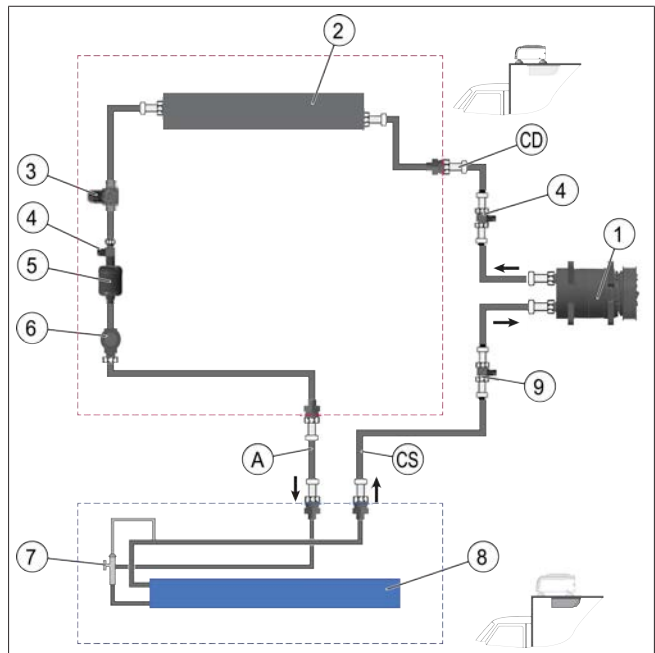
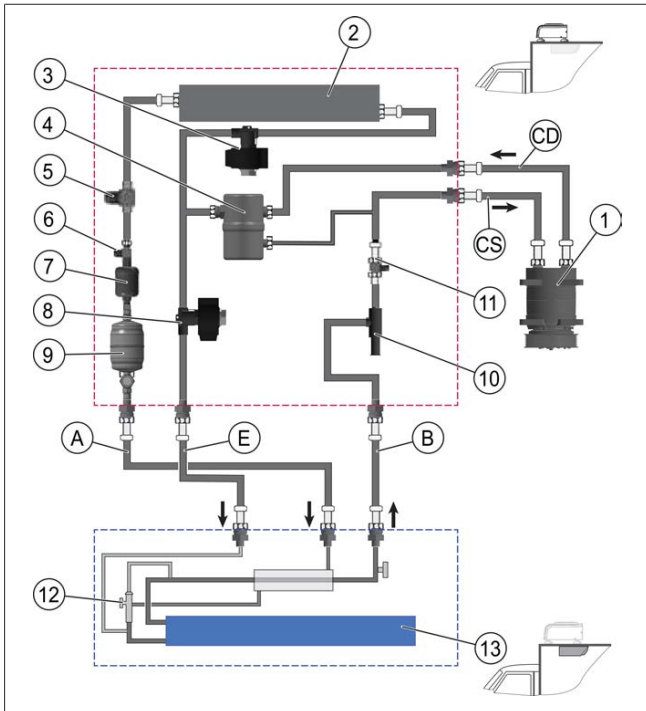

Abb. 13 Diagram Frigo Top 24 RT-D R134a
Abb. 14 Diagram Frigo Top 24 RT-DG R452A
1. Die Schläuche entsprechend Abb. 13 oder Abb. 14 verlegen und anschließen.